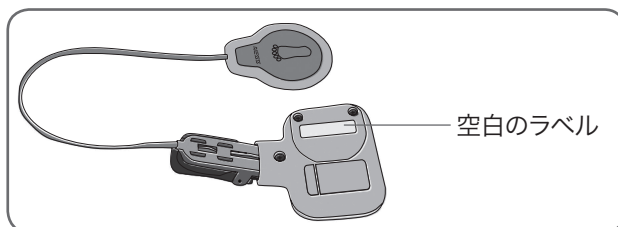

図 36 : システム ID 番号を記入するための歩行センサーのラベル
7. NESS L300 キャリングケースのシステムID 番号 (例:A334) を見つけて、新しい歩行センサー裏面の小さいラベルに記入してください (図 36 を参照)。この番号でセンサーがどのシステムに登録されているかがわかります。